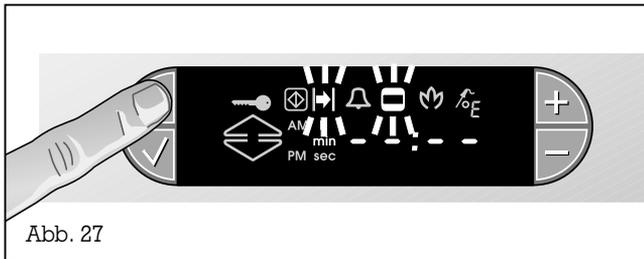

Abb. 27
- Drücken Sie die Taste ☹️ (Uhr) 2 mal. Im Display blinken die Symbole -| (Ende) und 🗄️ (Garzeit) (Abb. 27).